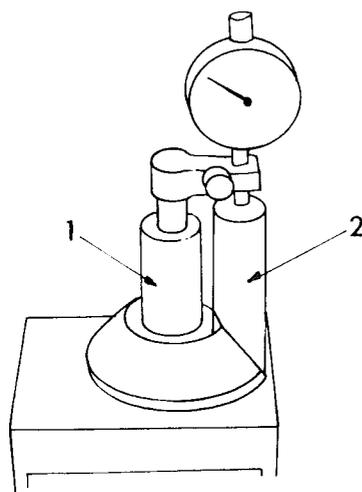

Bild 135
- Eine Messuhr an der Halterung A.4.0136 einsetzen und in dem Eichblock auf Null stellen (Bild 135). Dadurch wird die genaue Kegelradeingriffstiefe angegeben.